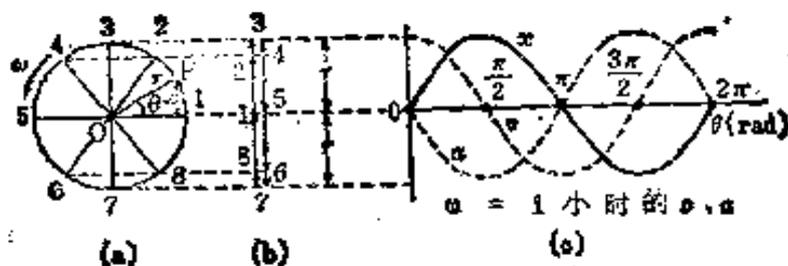

图1.51 简谐振动的位移速度、加速度
**【解说】** 如图1.51(a)所示,当 $P$ 点在圆周上作匀速圆周运动时, $P$ 点在 $x$ 轴上的投影沿 $x$ 轴方向(上、下)作一定的振动。称此种振动为简谐振动。
【例题】如图1.51(a)所示的简谐振动, 如振幅 $r=30\text{cm}$ ,  $\theta_1=\frac{\pi}{2}$  (rad)时, 试求位移是多少? 另外, 当 $\theta_2=\pi$ (rad)时, 位移又是多少?